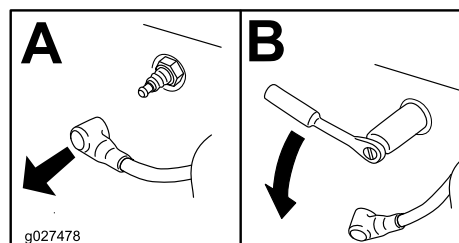

Figure 35
3. Localisez et déposez les bougies, comme montré à la Figure 35.